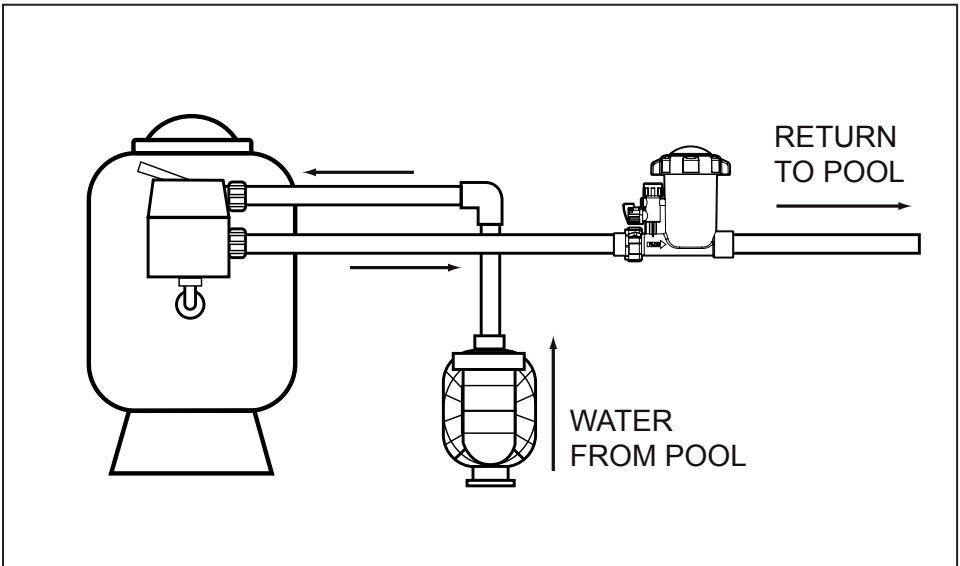

Figure 3b. Configuration d'installation pour tuyau rigide
- Si la tuyauterie de la piscine est en tuyau en PVC de 1-1/2", utilisez les bagues installées directement sur le côté sortie du système d'alimentation et installez l'écrou de raccordement fourni pour l'entrée. (Fig. 3b)